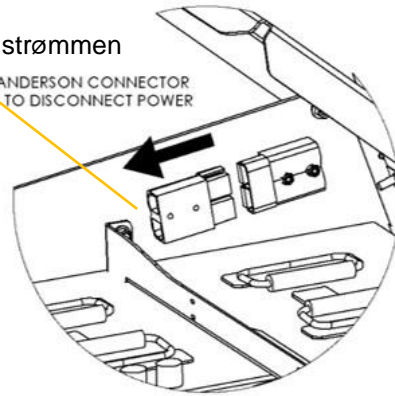

Fig. W1
11. Fjernelse af plæneklipperbladet (se fra Fig. W1 til Fig. W6)
12. Installation af plæneklipperknive (se Fig. W1 til Fig. W6)
Se FIG. W1 for instruktioner til at slukke for strømtilførslen og frakoble batteriet før du servicerer plæneklipperen